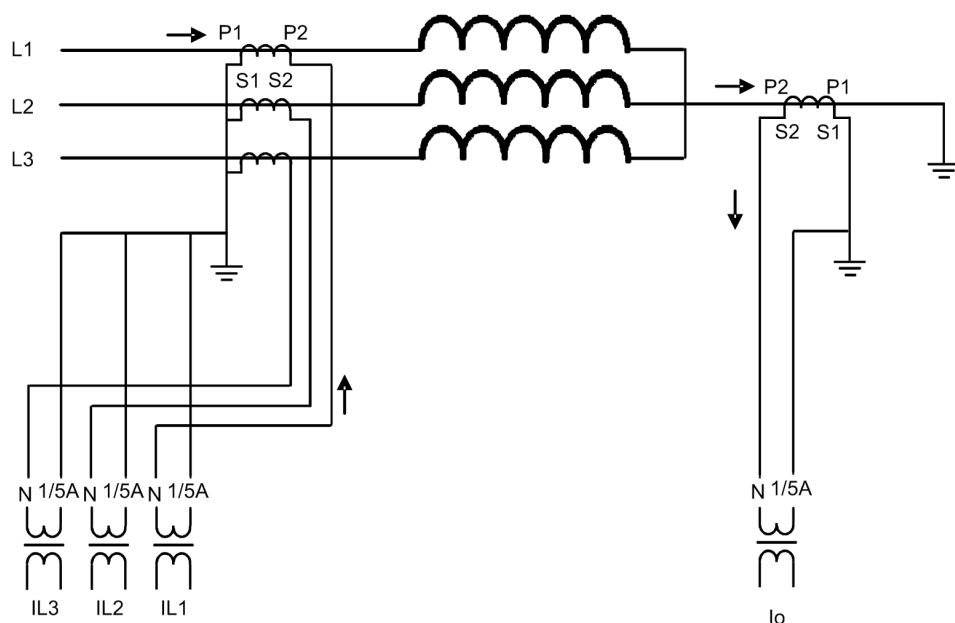
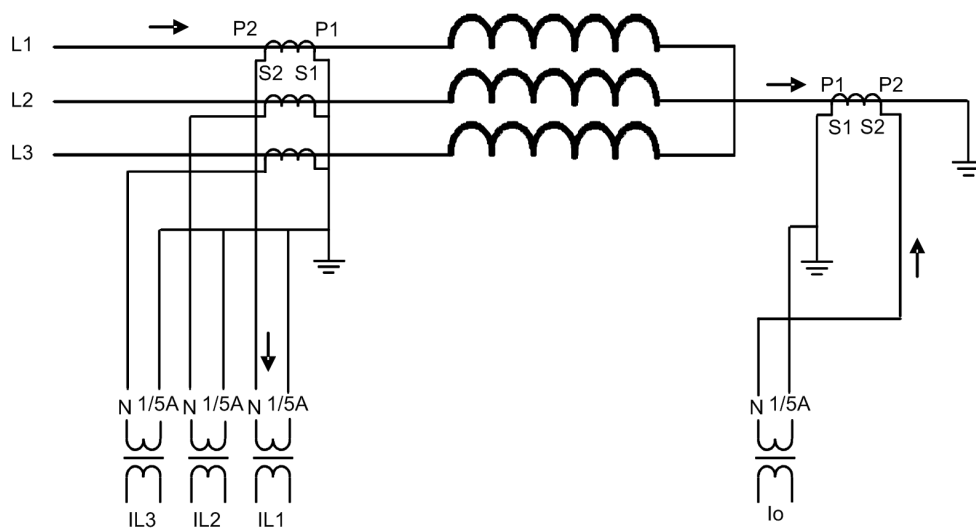

図 279: タイプ 1 の電流変圧器の接続接続された相電流と中性点電流は、外部の地絡状態では逆の方向になります。両方の接地は、保護エリアの内側にあります。
図 280: タイプ 1 の電流変圧器の接続接続された相電流と中性点電流は、外部の地絡状態では逆の方向になります。両方の接地は、保護エリアの内側にあります。
- 巻線 1 と巻線 2 の保護リレー電流の正方向が互いに相反している場合、CT 接続タイプの設定パラメータはタイプ 1 になります。「タイプ 1」の接続例は、図 279 と図 280 のとおりです。